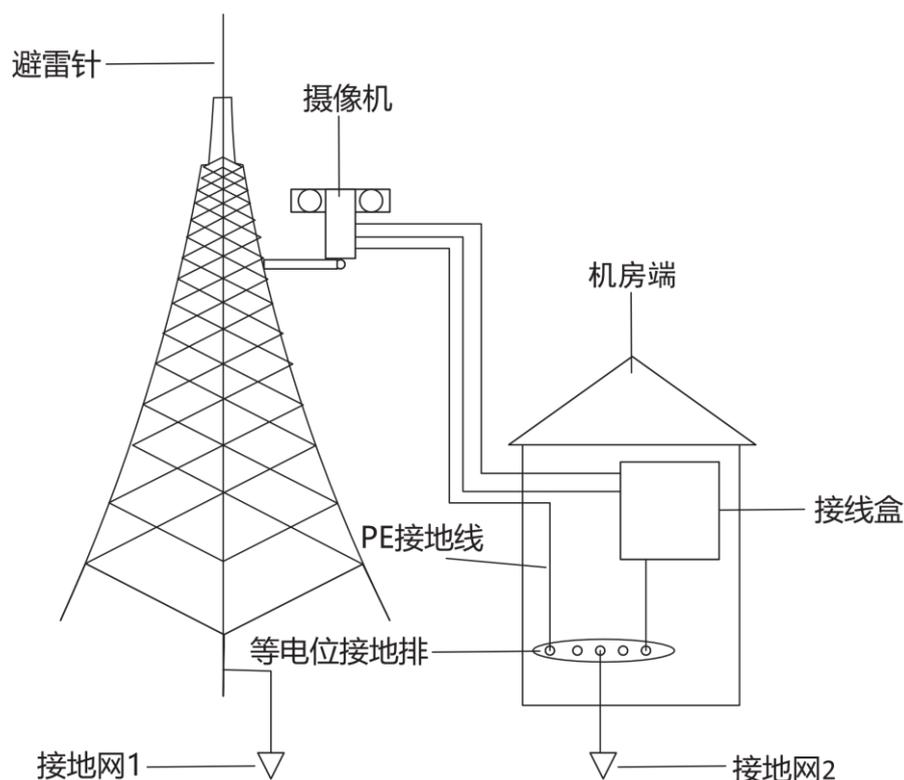

图2-3 防雷接地
- 设备黄绿色接地口外接的 PE 接地线不得直接接到避雷针塔身的接地网 1，需如图 2-3 所示单独接到机房端等电位接地排。接地装置必须满足系统抗干扰和电气安全的双重要求，并不得与强电网零线短接或混接。